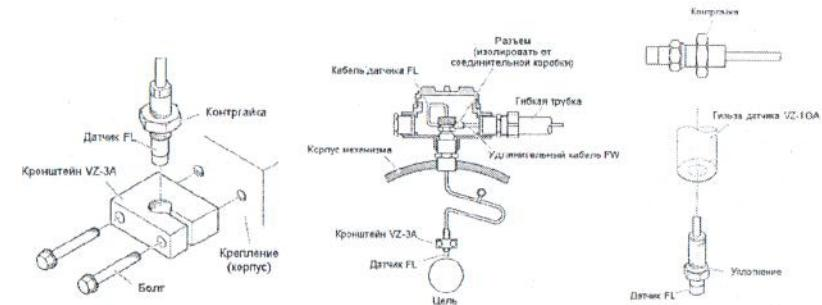

Рис.1 Монтаж датчиков
4.1 Датчики WL-142K устанавливаются с использованием кронштейна VZ-3A (поставляется отдельно) или с использованием гильзы датчика VZ-10A (продается отдельно) (рис. 1).